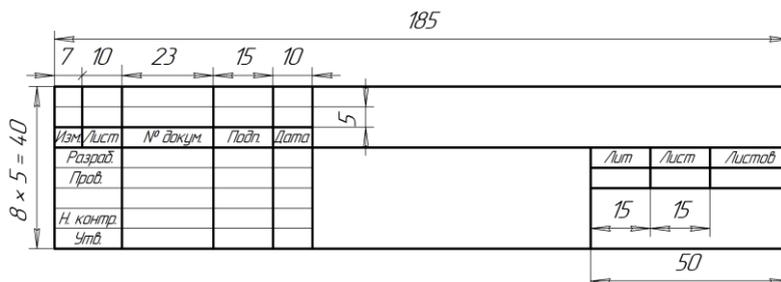

Рисунок 2
2. Форма 2 основной надписи для чертежей и схем (рисунок 2);